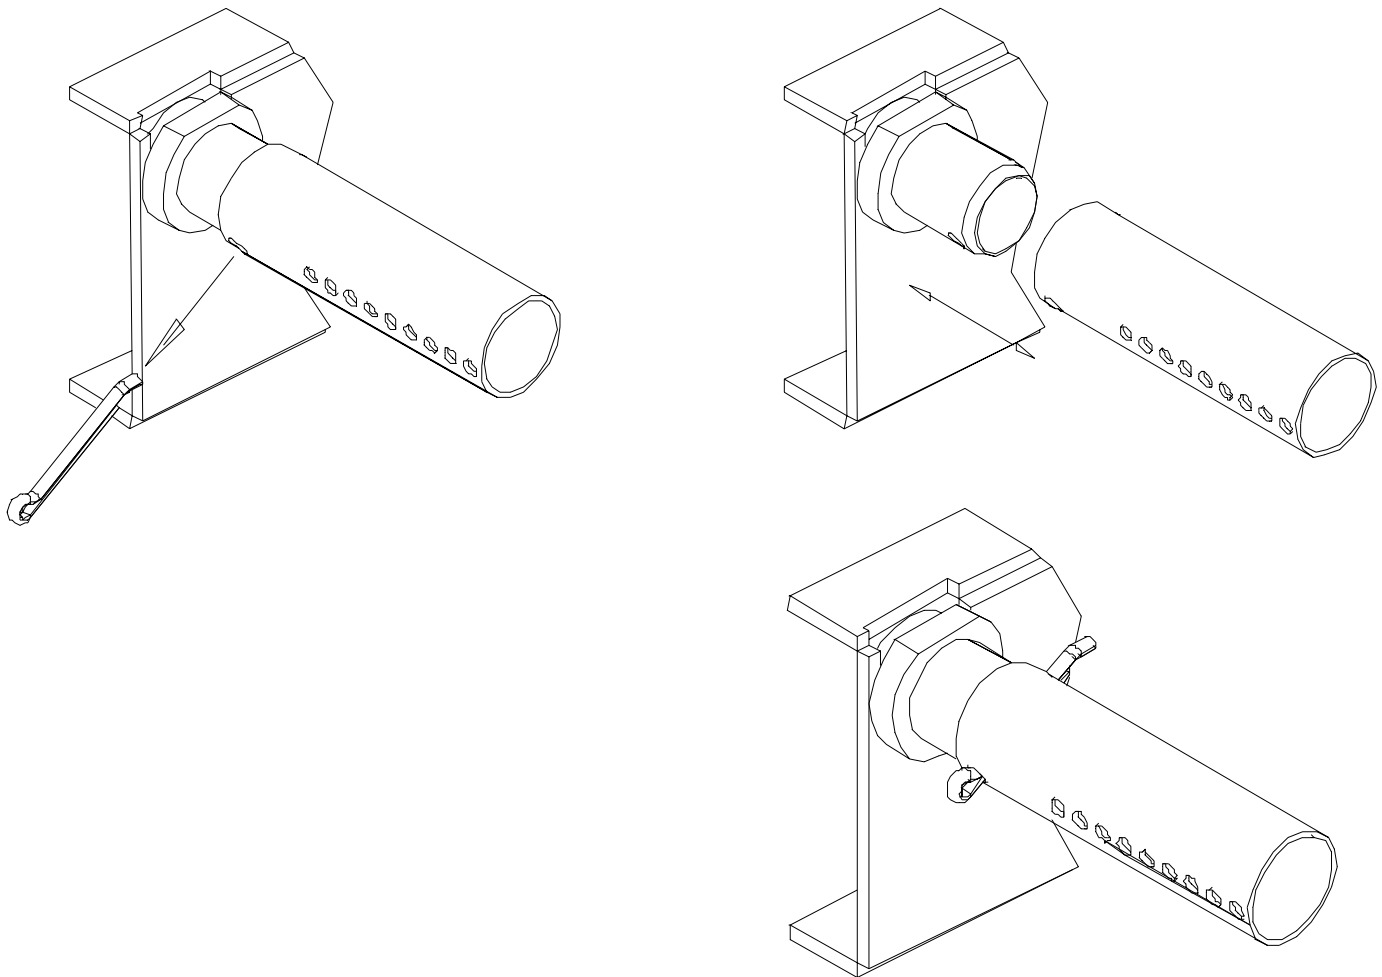

Figure 3.4 – Remplacement des tubes d'aération auxiliaires
8. Installez le tube d'aération auxiliaire de devant en veillant à ce que les trous d'aération soient tournés vers l'avant. Installez la goupille fendue tel qu'indiqué à la Figure 3.4.
### 3.5 Remplacement des tubes d'aération auxiliaires (Consultez la Figure 3.4)